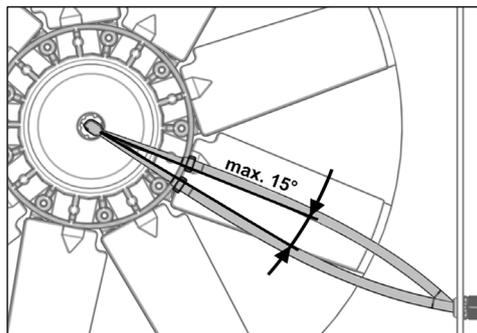

Рис. 30
- ▶ Проверить натяжение и в случае необходимости отрегулировать натяжение напорного шланга (см. Рис. 30).